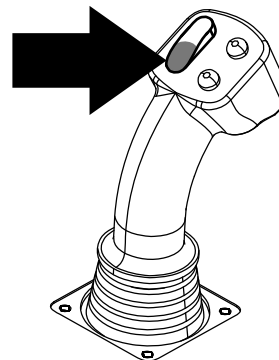

Figura 11
**Importante:** No joystick esquerdo, pressione a parte inferior do seletor basculante até a finalização das ações de cada passo (Figura 11).